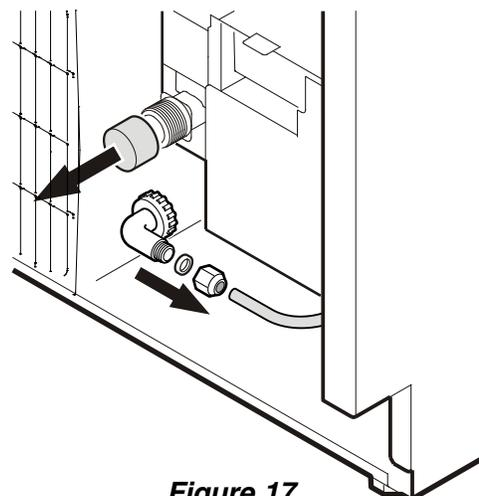

Figure 17
5. Retirer le cache du connecteur de la vanne (**Figure 17**).
6. Le conduit d'eau est visible sur le devant de l'appareil. Raccorder le conduit d'eau à l'adaptateur de diamètre extérieur (**Figure 17**).